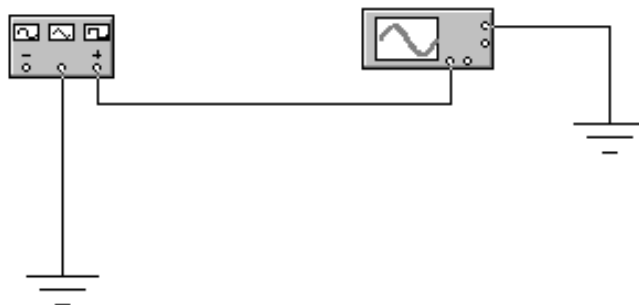

Рисунок 1.3 – Схема досліджень параметрів детермінованих сигналів
6.16 Видалити лінію з'єднання заземлення з генератором (рисунок 1.3), натиснувши маніпулятором миші на лінію і клавішами Delete клавіатури і Enter, коли з'явиться відповідний запит.